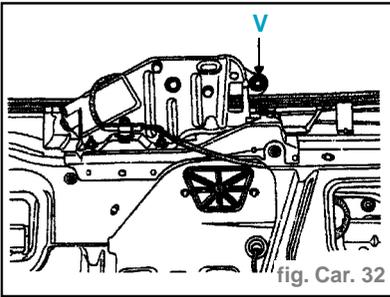

fig. Car. 32
- Déposer la vis de fixation du support moteur essuie-vitre (V) (fig. Car. 32).